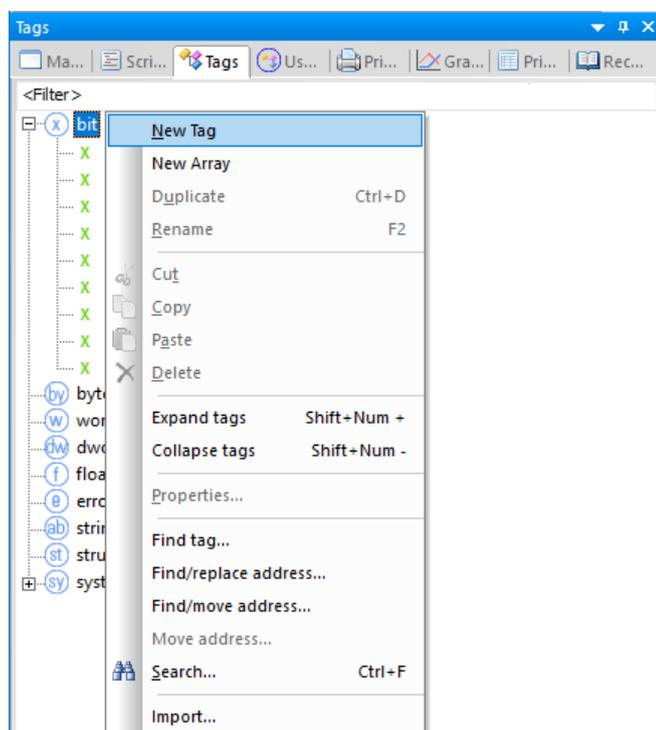

Рис. 50. Добавление тега
4. Добавьте теги. В дереве проекта выбрать вкладку Tag, нажать правой клавишей мыши на соответствующем типе данных и задать имя тэгу (рис. 50). **ВНИМАНИЕ! Наименование САН переменных и тип данных должны совпадать в проекте ПЛК, ПЛК панели и проекте визуализации.**